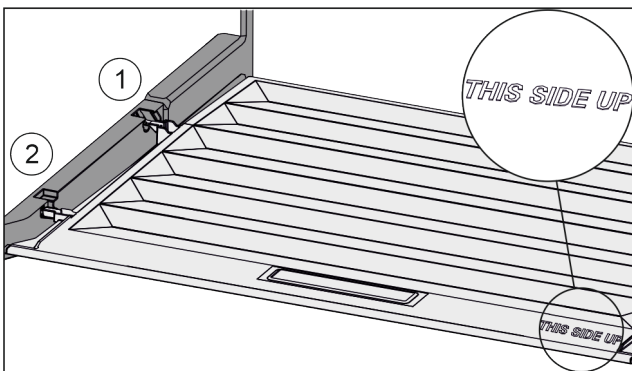

Fig. 129
- ▶ Вставити поперечні ребра через отвір заднього тримача Fig. 129 (1) і зафіксувати спереду у тримачі Fig. 129 (2).